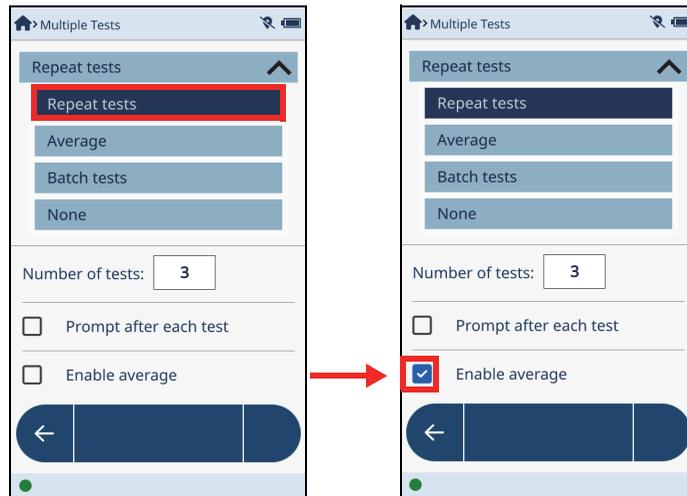

图 2-9 在多次检测屏幕中启用平均功能
1. 在**Multiple Tests**（多次检测）屏幕的菜单中，点击**Repeat Tests**（重复检测）（参见第31页的图 2-9）。